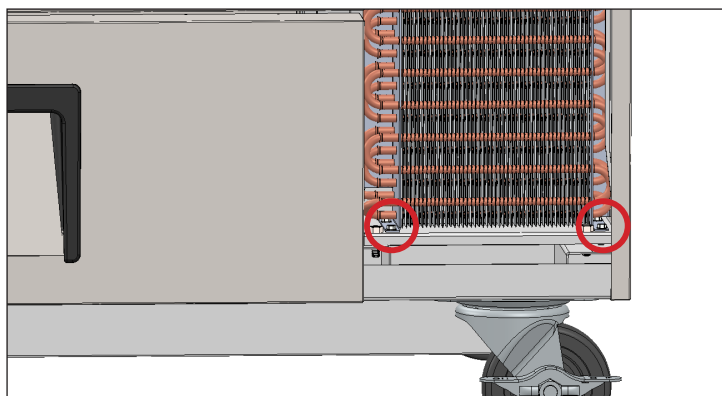

Рис. 4. Расположение болтов в основании конденсатора.
5. Удалите болты в основании конденсатора. См. рис. 4.